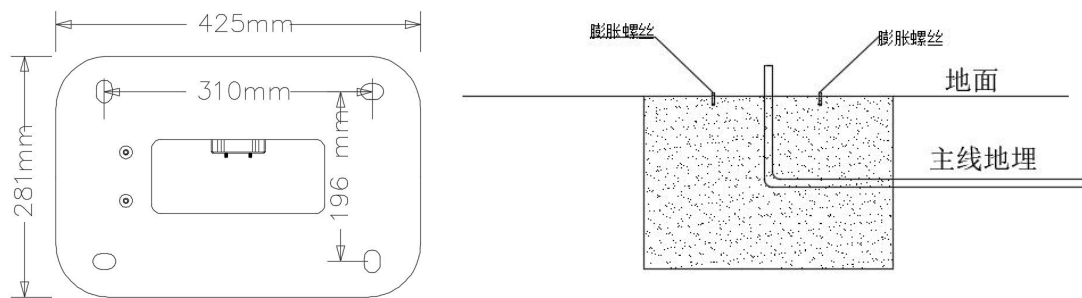

图 4 底座孔位及膨胀螺丝示意图
2. 按照充电桩底座上的 4 个固定孔位置在水泥地基上画出立柱固定螺丝孔位，建议直接将桩体底座放在水泥地基上用记号笔标记孔位。使用电锤或冲击钻打 4 个孔装上 M12\*120 膨胀螺丝，如图 4：